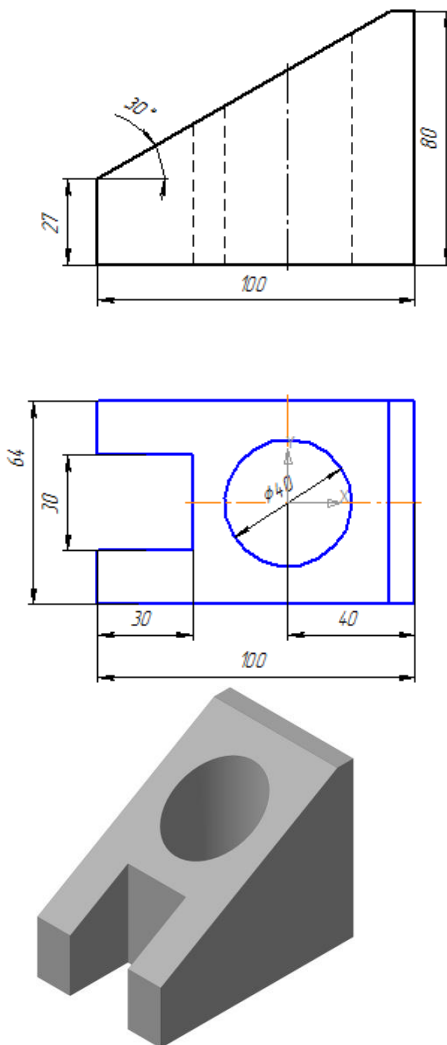

Рис. 1
- I. Построить модель детали с наклонной гранью (см. рис. 1).